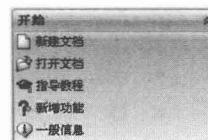

图1-11 开始栏
- 开始栏中包含了新建文档、打开文档、指导教程、新增功能和一般信息5项，如图1-11所示。